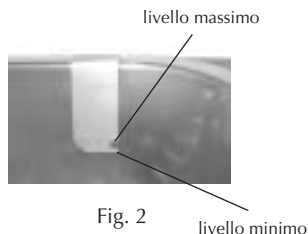

Fig. 2
Riempire quindi la vasca, priva di pentolini, con olio al silicone GFC sino a raggiungere un livello intermedio tra quello minimo e quello massimo, indicati dalla piastrina posta internamente alla vasca stessa (vedi Fig. 2).
- Non toccare le parti dell'apparecchio ad alte temperature. A tal fine è apposto un simbolo di avvertenza indicante il pericolo di ustione (5).
- Non utilizzare mai l'apparecchio privo di olio o comunque con quantità inferiori o superiori ai limiti minimo e massimo indicati all'interno della vasca (vedi Fig. 2), con verifica livello in assenza di pentolini;
Verificare prima di ogni utilizzo dell'apparecchio, e in assenza dei pentolini, la quantità di olio nella vasca, garantendo sempre un livello compreso tra i limiti minimo e massimo previsti (vedi Fig. 2); nel caso effettuare una operazione di rabboccamento (solo con olio al silicone GFC).